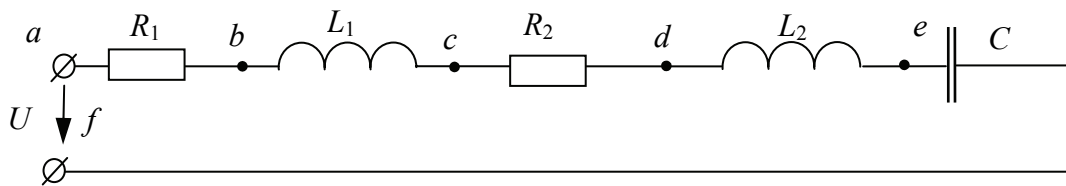

Рис. 3.3
**Задача 2.** В цепь синусоидального тока (рис. 3.3) включены последовательно две катушки и конденсатор.